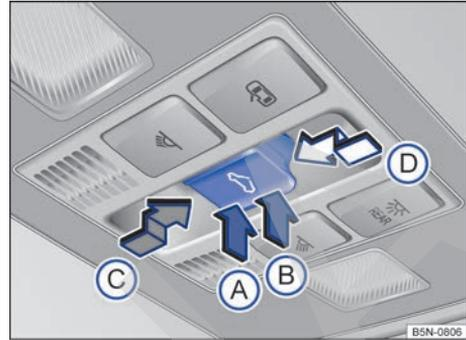

Fig. 73 En el revestimiento interior del techo: tecla del techo de cristal.
La tecla → fig. 73 tiene dos niveles. En el primer nivel, el techo se puede abrir, cerrar o situar en la posición deflectora total o parcialmente.
- *Ajustar la posición deflectora:* Pulse la parte trasera → fig. 73 (B) de la tecla hasta el primer nivel. Función automática: Pulse brevemente la parte trasera (B) de la tecla hasta el segundo nivel.
- *Cerrar el techo de cristal situado en la posición deflectora:* Pulse la parte delantera (A) de la tecla hasta el primer nivel. Función automática: Pulse brevemente la parte delantera (A) de la tecla hasta el segundo nivel.
- *Detener la función automática al ajustar la posición deflectora del techo o al cerrar el techo:* Pulse de nuevo la parte delantera (A) o la parte trasera (B) de la tecla. ▶
- *Techo de cristal:* Antes de que transcurran aprox. 5 segundos desde la activación de la función antiaprisionamiento, presione la tecla **I** → fig. 73 hasta el segundo nivel en el sentido de la flecha **D** hasta que el techo se cierre completamente.